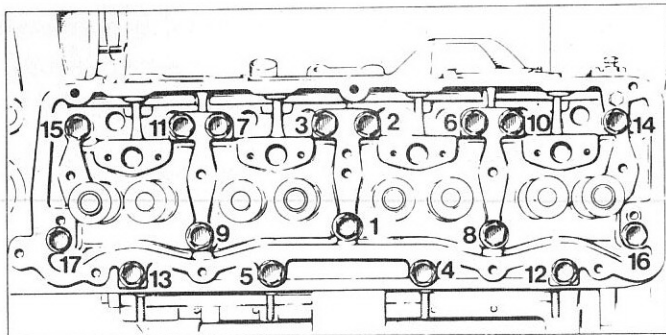

Fig. 9 Séquence de serrage des boulons – 4 cylindres
4. Serrer les boulons de culasse dans l'ordre correct représenté aux Fig. 9 et 10 à un couple de 14,5 à 15,2 kg.m à chaud. Revérifier le jeu des soupapes.